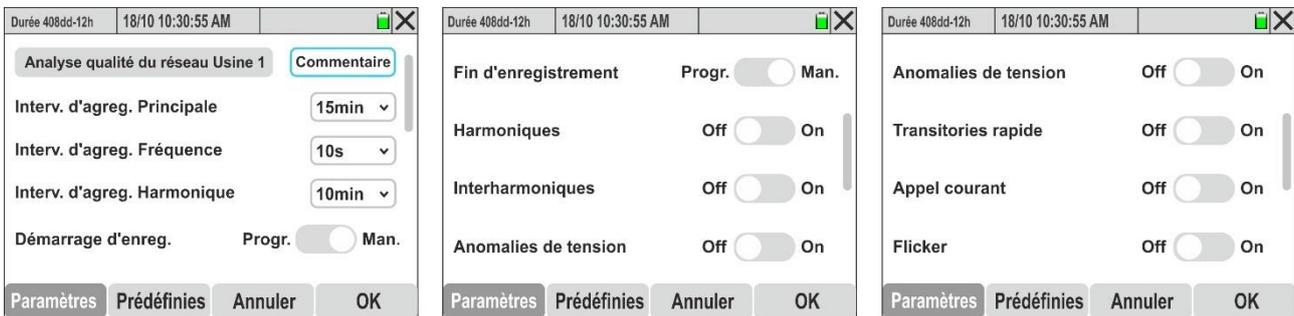

Fig. 28: Pages réglages enregistreur
1. Sélectionner le mode « **Enregistreur Config.** ». L'instrument affiche la page-écran de Fig. 28 – partie gauche
1. Sélectionner le menu « **Prédéfinies** ». L'instrument affiche la page-écran de Fig. 28 – partie gauche